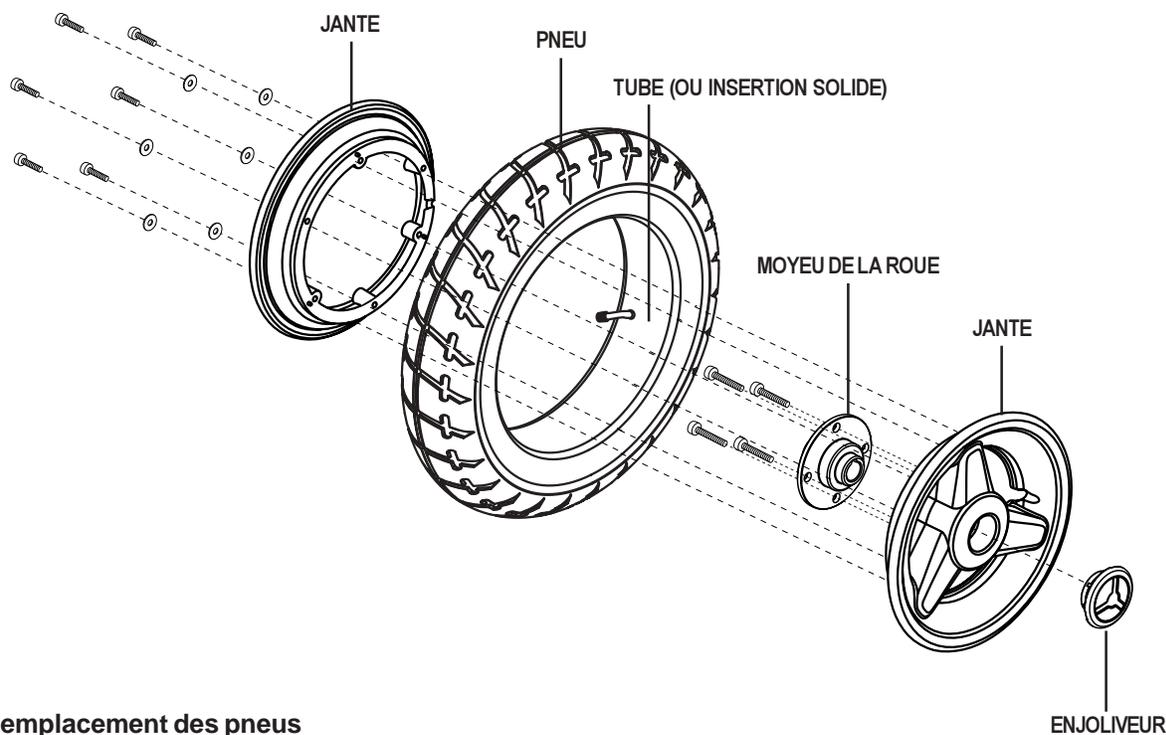

Figure 24. Remplacement des pneus
4. Enlevez l'enjoliveur. Voir la figure 24.